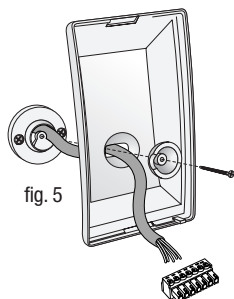

fig. 5
2. completate il fissaggio facendo scorrere il cavo di collegamento dalla parte opposta a quella in cui orientate il Rivelatore, come indicato in fig. 5;